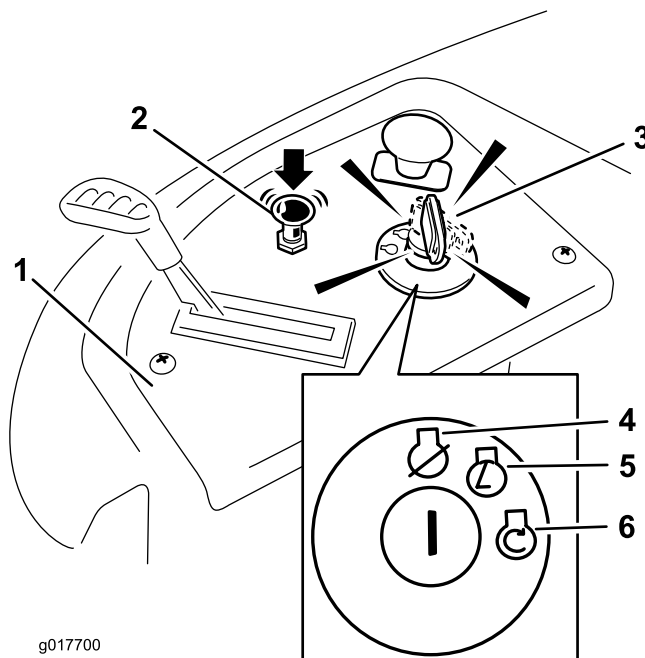

Figure 14
5. Tournez la clé de contact en position de démarrage pour activer le démarreur. Relâchez la clé quand le moteur démarre (Figure 14).
6. Lorsque le moteur démarre, appuyez sur la commande de starter (Figure 14). Si le moteur cale ou hésite, tirez la commande de starter et faites tourner le moteur quelques secondes. Appuyez ensuite sur la commande de starter. Répétez l'opération si nécessaire.
- Tournez la clé de contact à la position contact coupé (Figure 14) et enlevez-la.